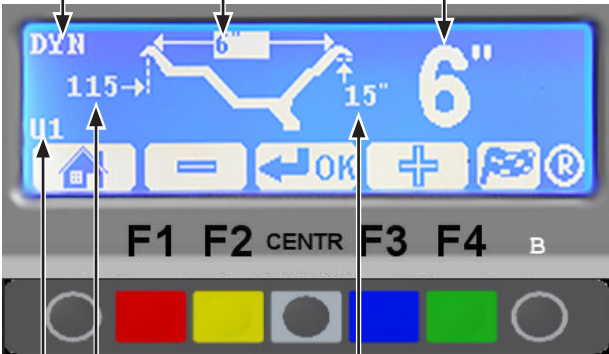

Abb. 86
2. Das Display zeigt den gewählten Wert auf weißem Hintergrund und rechts den gleichen Wert mit großen Zeichen (Abb. 86 und Abb. 87);